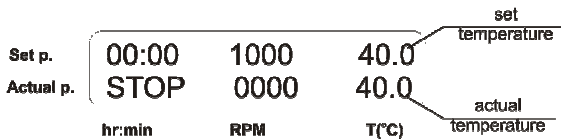

Abb. 3 Steuerung im Betriebsmodus
- 5.8. Angenommen, die Anzeige des unabhängigen Sensors zeigt 39 °C an, die auf dem Display angezeigte tatsächliche Temperatur beträgt jedoch 40 °C (Abb. 3). Dann muss eine 1 °C-Korrektur hinzugefügt werden.